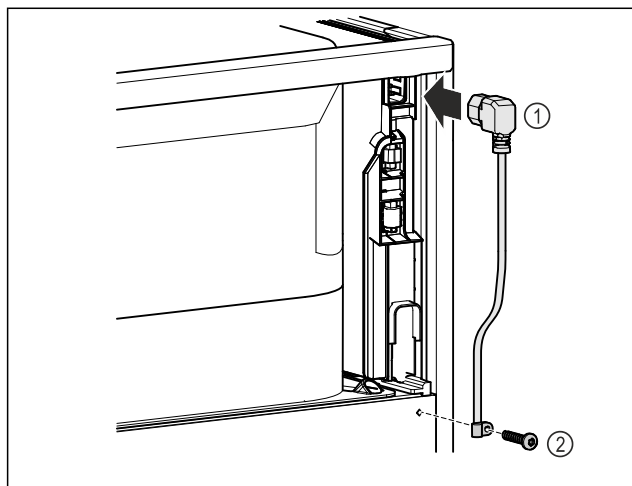

Fig. 8
- ▶ Sett inn kuldeapparatboksen til strømforsyningsledningen Fig. 8 (1) på baksiden av apparatet.
- ▶ Monter trekkavlastingen. Fig. 8 (2)